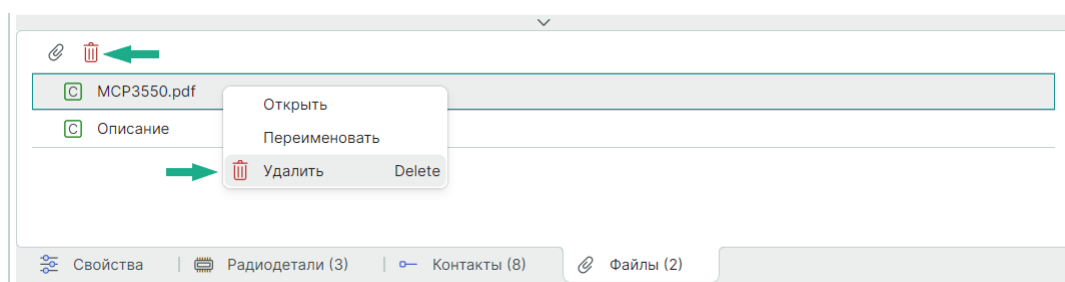

Рис. 331 Удаление файла данных из описания компонента
2. Нажмите на символ  «Удалить» или воспользуйтесь контекстным меню, см. Рис. 331.